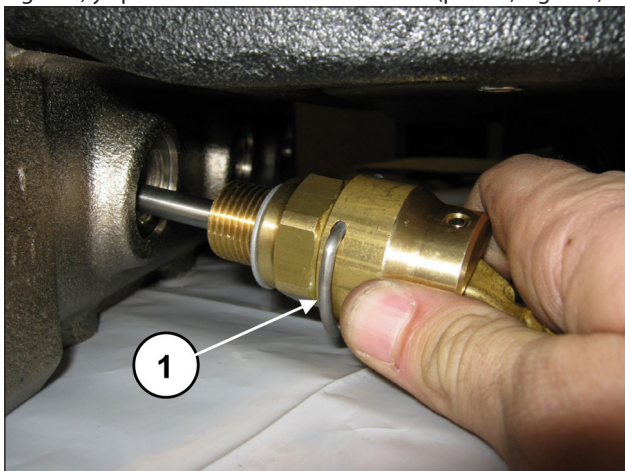
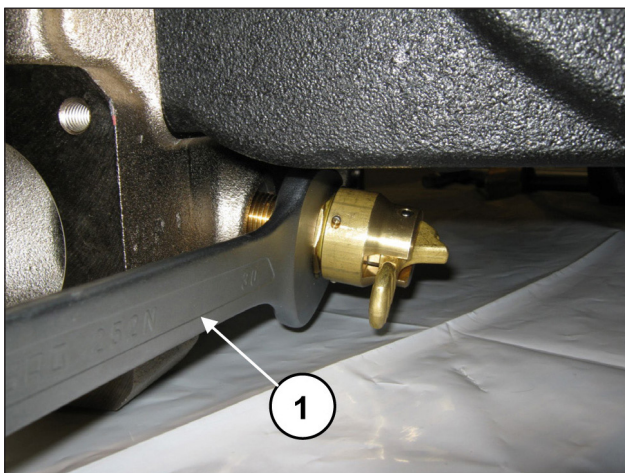

Fig. 166
Fig. 167
Ajustar los tornillos M18x65 y M16x45 de las tapas de aspiración y envío con la llave dinamométrica como se indica en el capítulo 3 CALIBRACIÓN DE AJUSTE DE LOS TORNILLOS. Aplicar los dispositivos de apertura de las válvulas (pos. ①, Fig. 166) y apretarlos con la llave de 30 mm (pos. ①, Fig. 167).